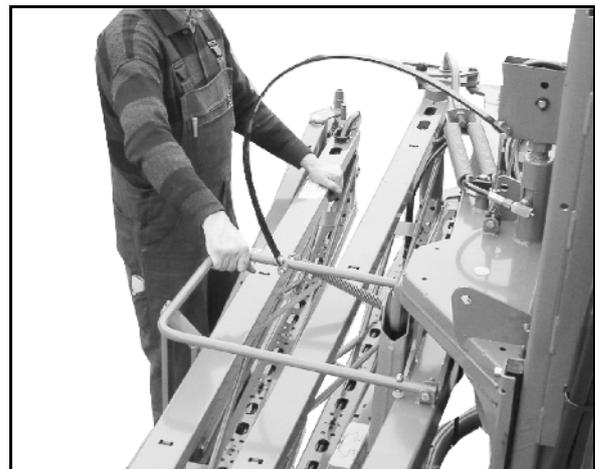

Fig. 77
Reihenfolge beim Ausklappen des Gestänges laut Fig. 77 beachten. Das Einklappen erfolgt in umgekehrter Reihenfolge!
2. Rechten Gestängeausleger ausklappen (Fig. 77/1,2).
3. Linken Gestängeausleger ausklappen (Fig. 77/3,4).